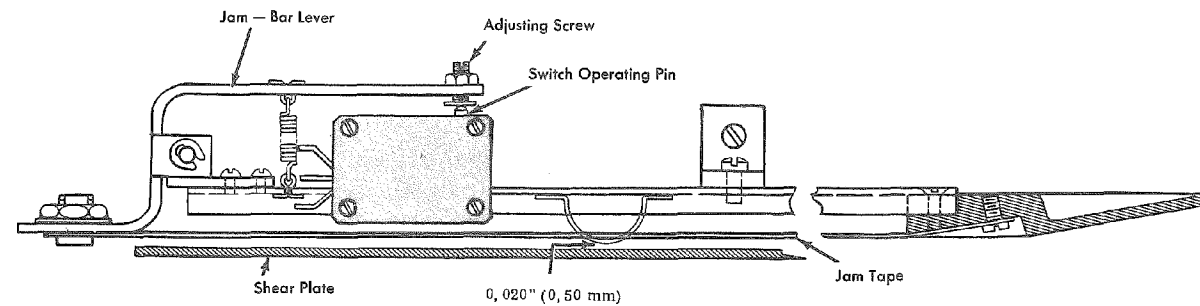

Abb. 5 Kartenbruchscharter-Betätigungsband
1. Kartenbruchleiste (jam bar) an den gebogenen Stellen auf einen Abstand von 0,020" (0,50 mm) zur Kartenbahn justieren (vergl. Abb. 5).